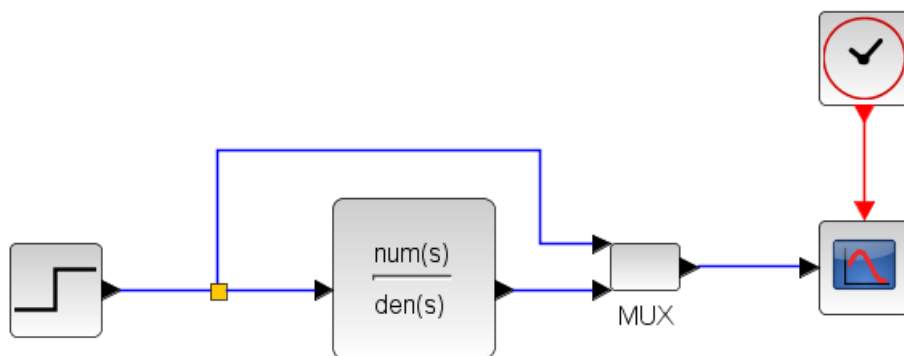

FIGURE 4 – Schéma XCOS d'un système en BO
- (b) Le schéma réalisé sous XCOS doit ressembler à celui de la FIGURE 4. Un multiplexeur est nécessaire pour visualiser les 2 signaux à l'oscilloscope. Il est aussi impératif d'utiliser un block "CLOCK c" pour fixer le temps d'échantillonnage.